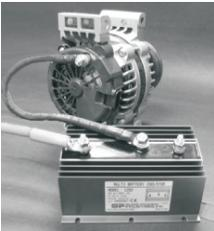

Figure 3
5. 用一根符合要求的新线（见应用表-第1页导线尺寸要求）一头连接发电机的“BAT”端，另一头连接隔离器的“A”端，这根线应该是唯一连接这2个端的线。见图3